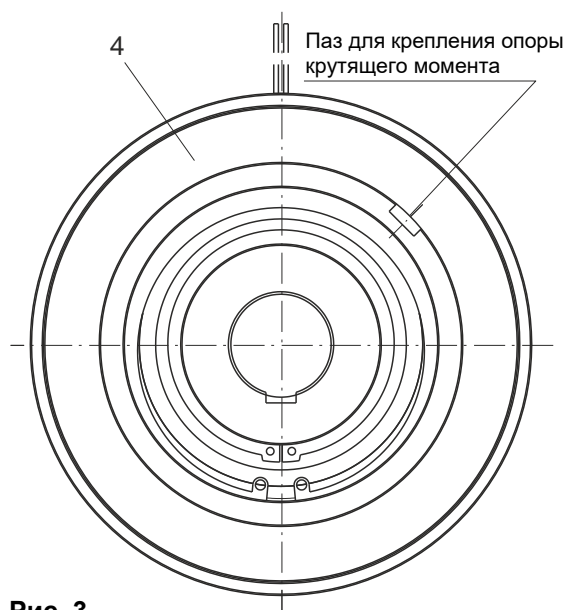
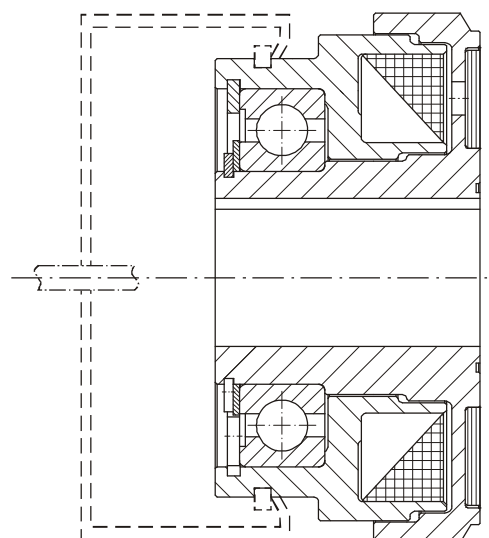
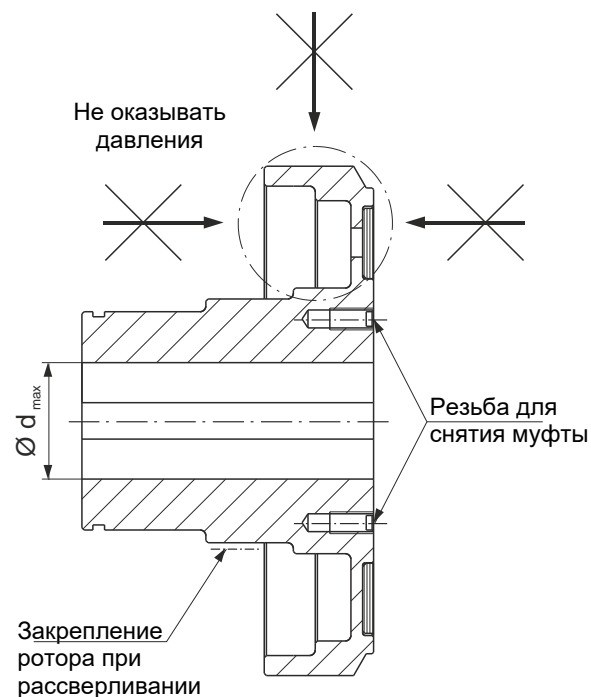

Рис. 3
Рис. 4
Рис. 5
- ❑ Корпус катушки (3) укрепить против проворачивания (Рис. 3).
- ❑ Поверхности ротора (1 или соотв. 2) и диска якоря (9) держать свободными от масла и смазки.
- ❑ Снятие муфты с вала за кольцевую канавку на корпусе катушки (3) с помощью стопорного кольца (Рис. 4), или с помощью резьбовых отверстий на торце ротора (только для ротора Типа 540. 100 / Рис. 5).
Стопорное кольцо (Рис. 4) не входит в комплект поставки.
Рассверливание втулки ротора (Рис.5)
Ротор (1 или соотв. 2) не должен быть согнут при рассверливании. Не оказывать давления на внешнюю, тонкостенную область ротора (1 или соотв. 2), Рис. 5. Для рассверливания отверстия ротор (1 или 2) зажать на втулке, как показано на Рис. 5. Максимально допустимый диаметр отверстия $d_{max.}$, согласно Таблице 1, не должен быть превышен. В качестве подходящей посадки втулка-вал мы рекомендуем H7/k6.